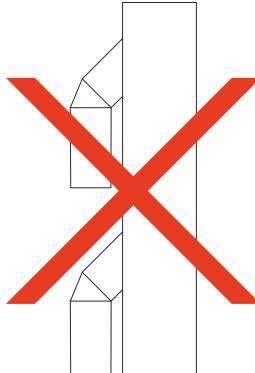
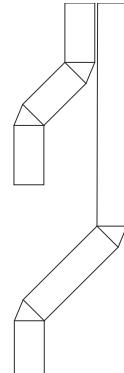

Figura 3
Figura 4
- La salida de humos no debe ser compartida con otra, ver figura 3. Se debe separar a lo largo de toda su longitud y tener su propio tiro de chimenea independiente, ver figura 4.